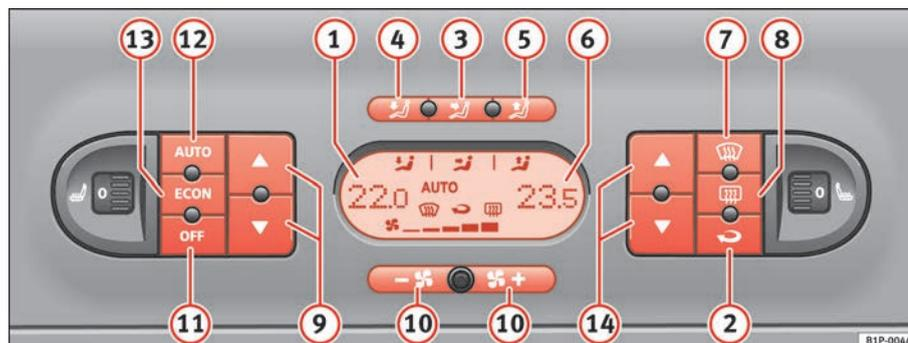

Fig. 111 Mandos del 2C-Climatronic en el tablero de instrumentos
- Pulse las teclas de regulación de temperatura ⇒ página 155, fig. 111 ⑨ ó ⑭ para ajustar la temperatura del lado izquierdo y derecho respectivamente.
- Pulse la tecla  ⇒ página 155, fig. 111. Aparece “AUTO” en el display.